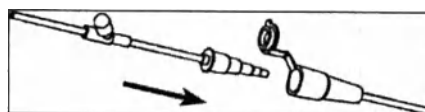

Рисунок 6.6.1 – Схема подключения предварительно установленной инфузионной трубки
6.7.4 Разместите конусоподобный соединитель инфузионной системы в предварительно установленный соединитель инфузионной трубки (см. рис. 6.6.1).